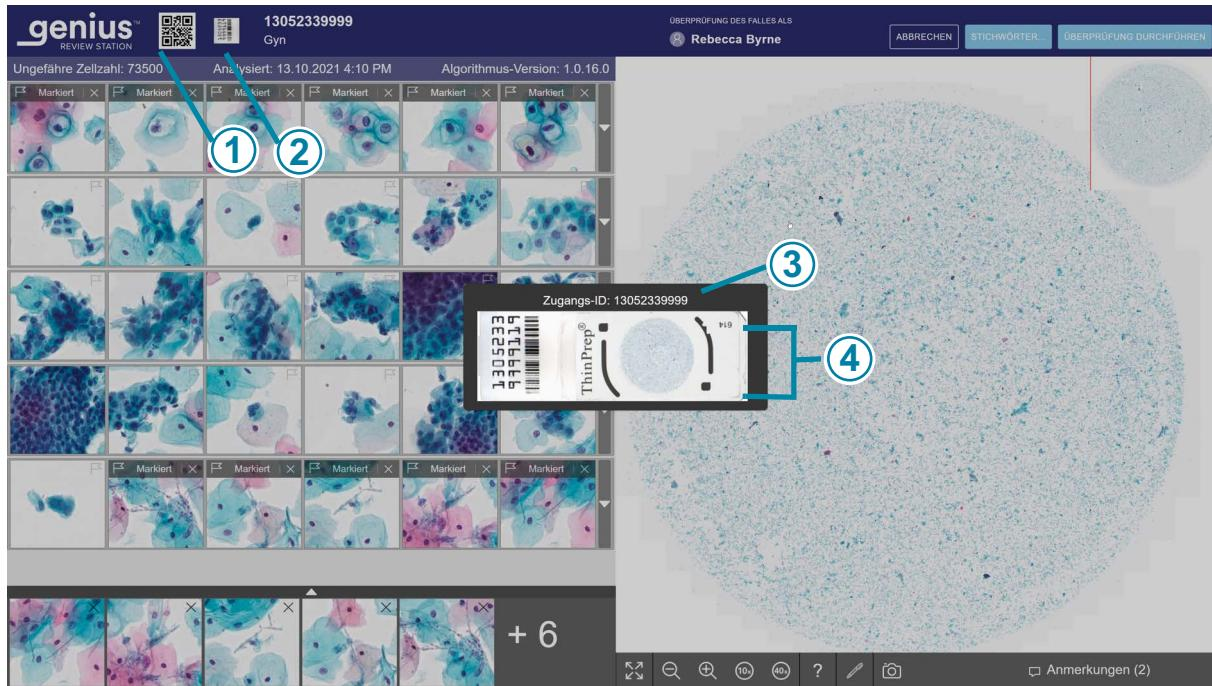

Abbildung 2-3-4 Makroaufnahme zeigt den Etikettierungsbereich des Objektträgers, Beispiel eines Falls mit Genius Cervical AI
(1)	Zugangs-ID und Makrobild des Etikettierungsbereichs des Objektträgers Die Review Station zeigt die Zugangs-ID als Text und als QR-Code an. Um das Makrobild des Objektträgers zu sehen, auf das Makrobild des Etikettierungsbereichs des Objektträgers klicken. Siehe Abbildung 2-3-4. Zum Vergrößern des QR-Codes auf den QR-Code klicken. Zum Scannen der Zugangs-ID mit einem optionalen Barcode-Scanner das Makrobild des Objektträgers, den kleineren QR-Code der Zugangs-ID oder das größere Bild des QR-Codes scannen.
(2)	Oberhalb der Galerie werden die ungefähre Zellzahl, das Datum, an dem der Objektträger abgebildet wurde, und die Algorithmusversion angezeigt. Weitere Einzelheiten finden Sie unter „Zellzahl, Datum und Algorithmusversion“ auf Seite 3.12.
Legende zu Abbildung 2-3-4